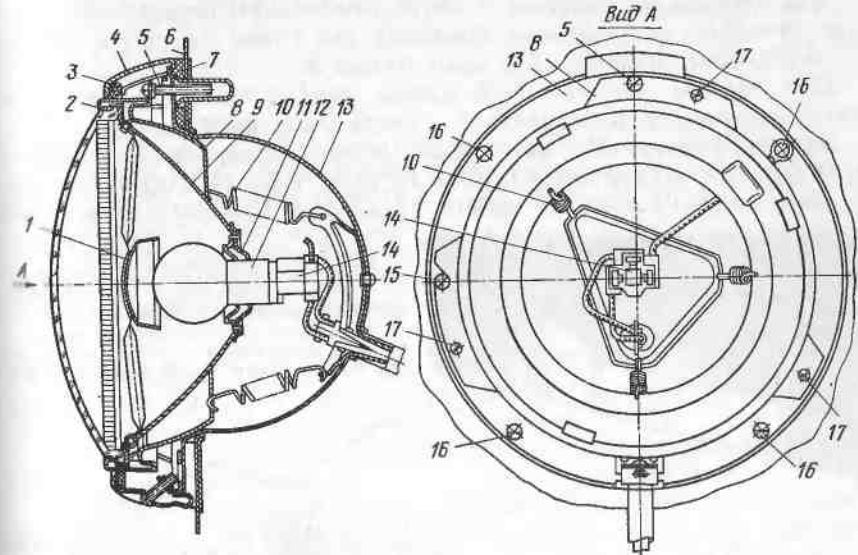
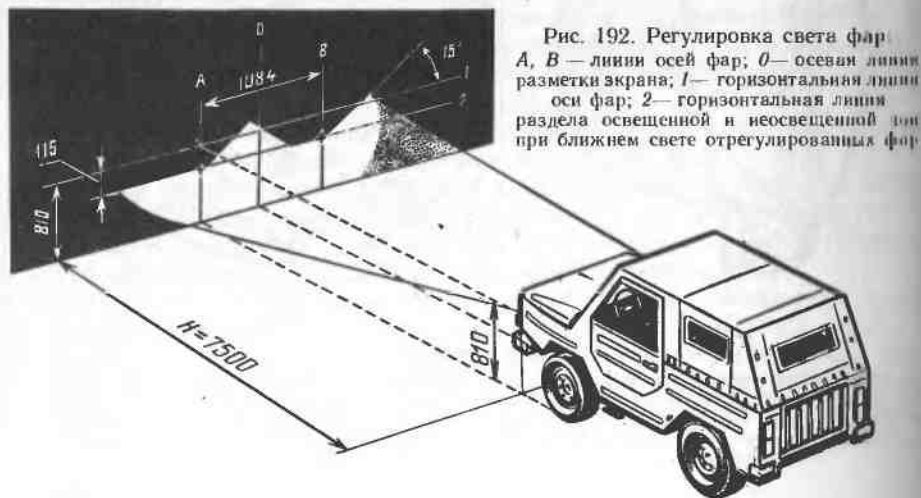

Рис. 191. Фара:
Рис. 192. Регулировка света фар.
**Фары.** На автомобиле установлены фары ФГ122-БВ (рис. 191), имеющие полуразборный оптический элемент, состоящий из отражателя, стекла-рассеивателя и двухнитевой лампы А12-45+40 дальнего и ближнего света мощностью 45+40 Вт. Ближний свет фары распределяется ассиметрично с резкой границей между светлой и темной зонами.
**Регулировка света фар.** Снаряженный автомобиль с нормальным давлением в шинах устанавливают на горизонтальной площадке перед экраном с разметкой (рис. 192), установленным на расстоянии 7,5 м от фар. Включают ближний свет и вращением регулировочных винтов 5 и 15 (см. рис. 191) устанавливают оптические элементы фар так, чтобы граница между освещенным и неосвещенным участками проходила по линии 2 (см. рис. 192), а наклонные отрезки выходили из точек пересечения линий А и В с линией 2, отмеченных на рис. 192 знаком «+». Каждая фара регулируется самостоятельно, причем свет от другой фары не должен освещать экран.
Регулировка света фар по вертикали осуществляется вращением винта 5 (см. рис. 191), а по горизонтали — винтом 15.